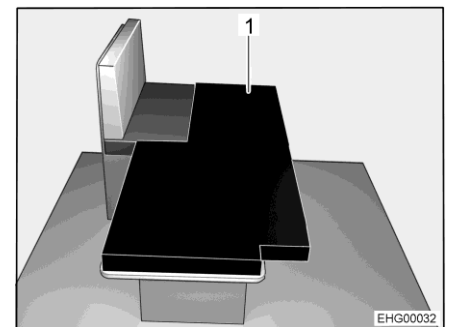

Fig. 52 Después de la transformación
- Colocar el cojín adicional (Fig. 52,1) en la mesa bajada del modo mostrado en la imagen.